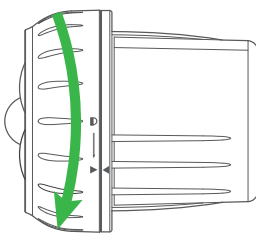

Figura 1
1. Gire la cubierta delantera del reflector en sentido contrario de las agujas del reloj hacia la posición de desbloqueo ▲ (ver **Figura 1**), como se muestra abajo, para liberar y retirar la cubierta.
1. Gire la cubierta delantera del reflector en sentido contrario de las agujas del reloj hacia la posición de desbloqueo **▲** (vea **Figura 1** en la página anterior) por lo que ya no tiene alimentación. Deje las baterías dentro del compartimiento de las baterías.